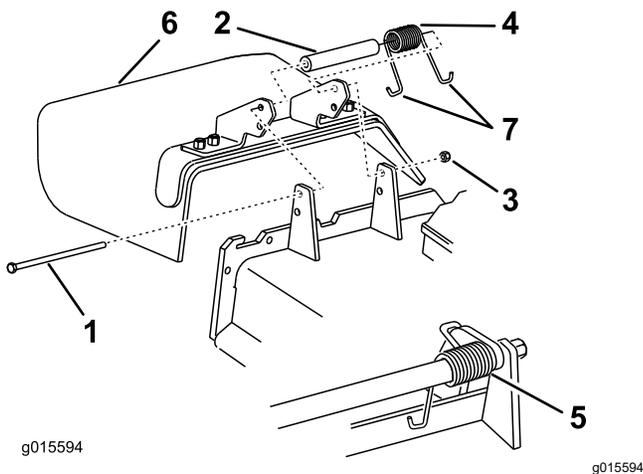

Figure 88
1. Retirez le contre-écrou, le boulon, le ressort et l'entretoise qui fixent le déflecteur aux supports de pivot (Figure 88).
2. Enlevez le déflecteur s'il est endommagé ou usé (Figure 88).
**Remarque:** Prenez soin de placer 1 extrémité en J du ressort derrière le bord du tablier avant de mettre le boulon en place, comme montré à la Figure 88.
6. Accrochez l'extrémité en J du ressort au déflecteur d'herbe (Figure 88).